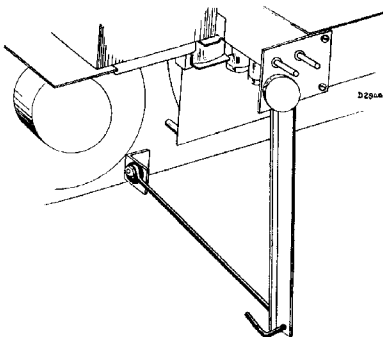

Fig. 8
5. Het geheele complex luidsprekerplank met luidspreker en chassis uit de kast nemen. Door de ophangbeugel los te nemen en een stuk ijzerdraad, gebogen als in fig. 8, tusschen de beugel en de bevestigingsbout te monteeren, kan het geheel ondersteboven op de werkbank geplaatst worden en is ook de bedrading in het chassis goed te bereiken.